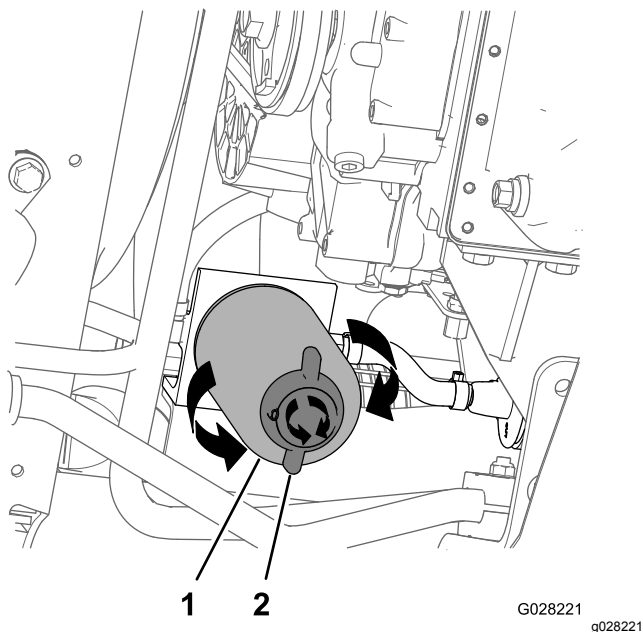

Рисунок 77
4. Поместите сливной поддон под топливный фильтр; см. Рисунок 77 в разделе Замена фильтра водоотделителя \(страница 69\).
- Установите сливной поддон под фильтр водоотделителя (Рисунок 77).
3. Поверните сливной клапан в нижней части фильтра водоотделителя против часовой стрелки (Рисунок 77).
4. Очистите область вокруг фильтра водоотделителя и крепления переходника фильтра (Рисунок 77).
5. Снимите фильтр водоотделителя (Рисунок 77).
9. Убедитесь, что сливной клапан в нижней части фильтра водоотделителя завернут до упора по часовой стрелке (Рисунок 77).